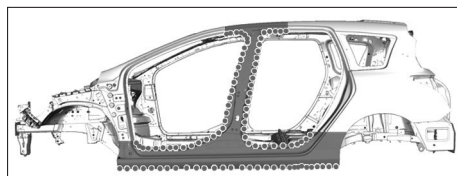

FIG. 90
- par pointage électrique sur 3 épaisseurs (Fig.90).